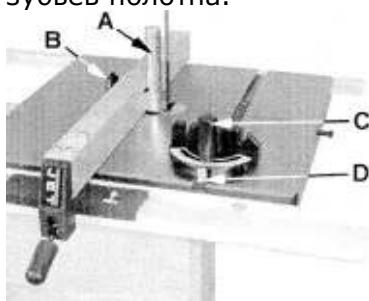

Рис. 7
Смонтируйте (вставьте) упор (A, рис. 7) с помощью пятиугольного болта (B) на высоте зубьев полотна.